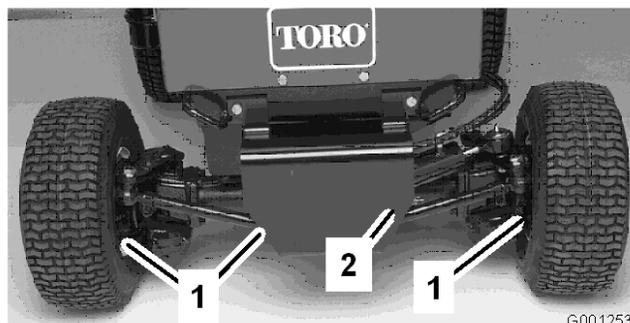

図 58
2. タイロッドのボール・ジョイントの1つをアクスルのブラケットに固定しているナットを外してボール・ジョイントをアクスルから外す (図 58)。